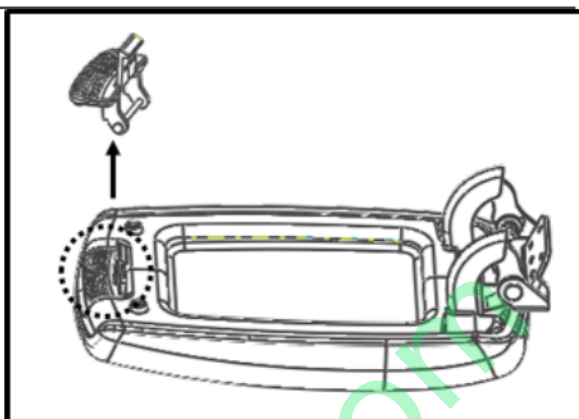

图 1.6.20 副仪表板扶手总成的分拆 4
- (6) 从副仪表板扶手内板取出扶手扣手，最后将扶手内、外板拆开。如图1.6.20所示；